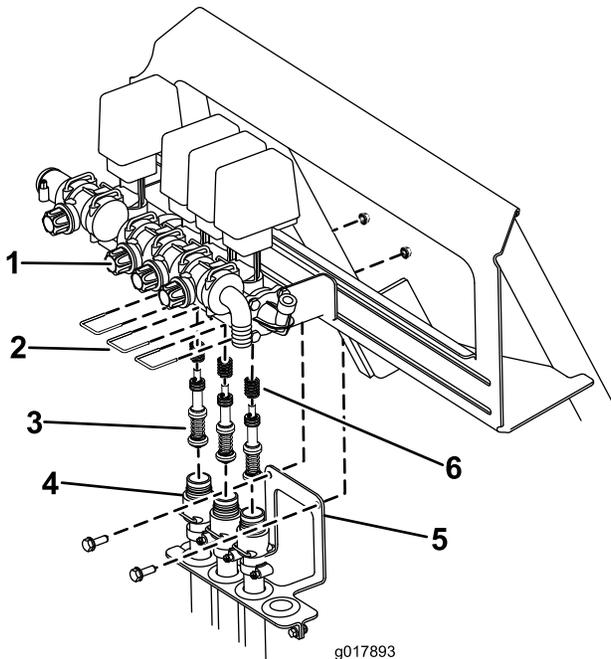

Bild 73
- B. Entfernen Sie die drei Gabeln, mit denen der Ventilsockel am Ventil befestigt ist (Bild 73).
- C. Nehmen Sie die zwei Schrauben und Muttern ab, mit denen die Schlauchkabelbaumhalterung am Spritzgerätrahmen befestigt ist (Bild 73). Senken Sie die Schläuche vom Ventil entfernt ab.
- D. Entfernen Sie die drei Schrauben, mit denen die Kolben im Ventil befestigt sind, mit einem 3-mm-Inbusschlüssel. Achten Sie auf die Federn im Ventil (Bild 73).